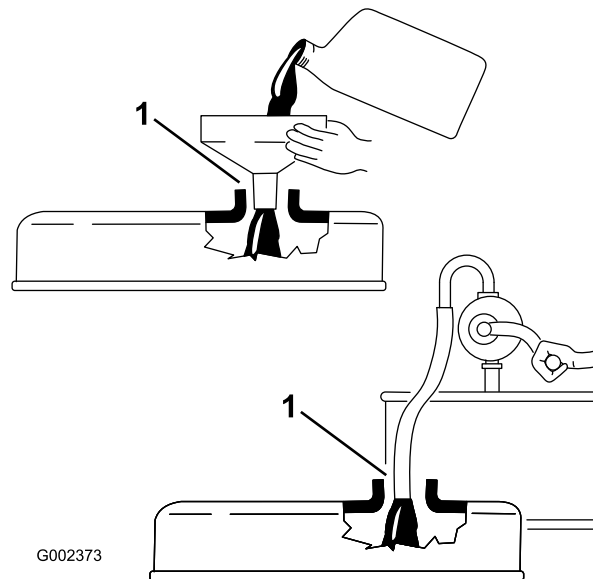

Figure 17
3. Si le niveau est trop bas, retirez le bouchon de remplissage (Figure 17) et ajoutez la quantité d'huile nécessaire pour amener le niveau au repère maximum de la jauge.
comme illustré (voir Figure 17). Cet espace est nécessaire pour assurer l'aération pendant le remplissage et empêcher l'huile de déborder dans le reniflard.